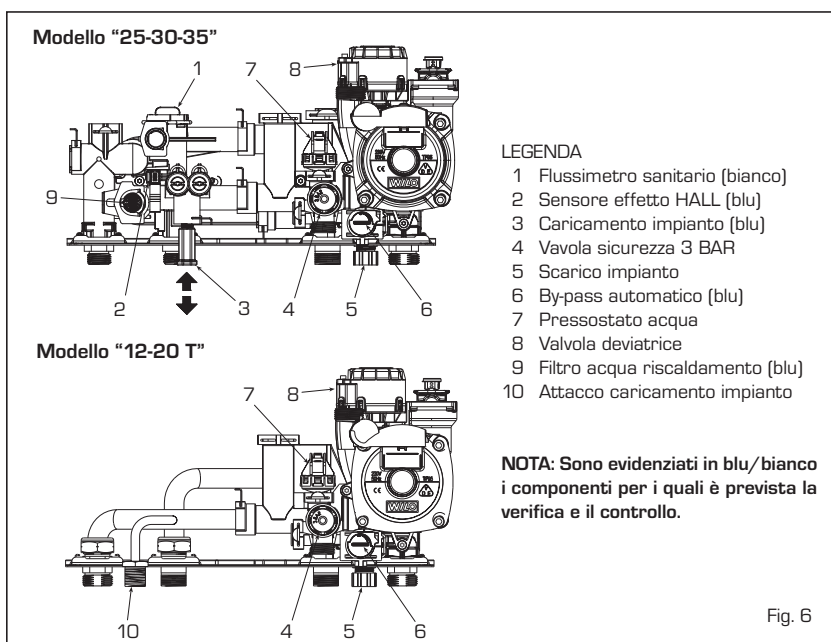

Fig. 6
Il riempimento dell'impianto si effettua agendo sul rubinetto di carico telescopico (3 fig. 6).
La pressione di caricamento ad impianto freddo deve essere compresa tra **1-1,2 bar**. Per svuotare l'impianto spegnere la caldaia e agire sullo scarico caldaia (5 fig. 6).
**NB:** Nelle vers. "T" il caricamento avviene dall'apposito attacco (10 fig. 6).